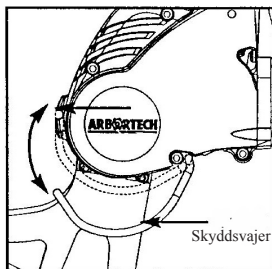

Fig.1
- Före bladbyte skall skyddsvajern varsamt lyftas av från sin hållare i framkant av maskinen. Sväng vajern nedåt så skruvarna till bladen blir lättåtkomliga. (se fig 1).
- Sätt tillbaka skyddsvajern i sitt rätta läge. (se fig. 1)